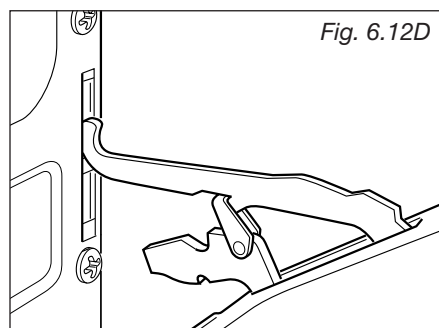

Fig. 6.12D
- Extraire également la baïonnette supérieure des charnières de son emplacement (fig. 6.12D).